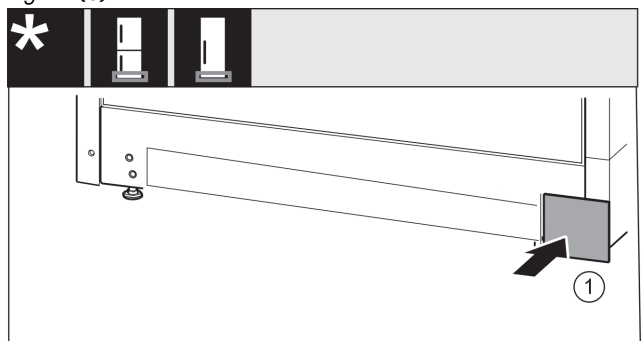

Fig. 15
- ▶ Vuelva a colocar la cubierta en el otro lado. Fig. 15 (1)